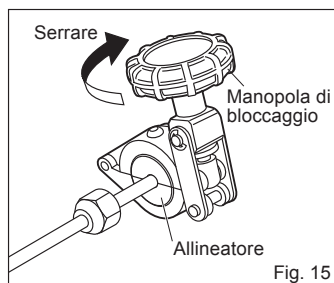

Fig. 15
*Ruotare la manopola di bloccaggio fino a quando la ganascia sono si è chiusa saldamente. (Fig. 15)